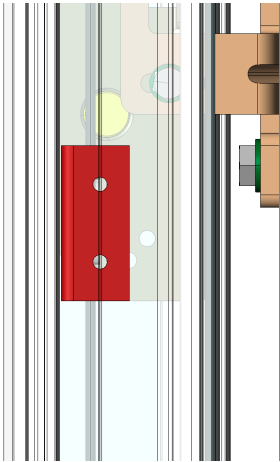

fig. 8
⚠ Let op: de staaf met de trekschroeven en de staaf voor het telescopisch profiel moeten altijd worden gemonteerd voordat de dwarsbalk wordt gemonteerd. Steek de staaf met de trekschroeven voor de montage van de elektronische module op het steunprofiel fig. 11-① en de bevestigingsstaaf van het telescopische profiel fig. 11-② er zijwaarts in. Raadpleeg fig. 6, fig. 8 en hst. 2A1 op pag. 18 om de staaf op maat te zagen. Als de staaf elektronische module niet is gemonteerd, kunnen in plaats daarvan de plaatjes met de schroeven worden gemonteerd.
Er worden 3 staven van elk 2 meter geleverd, die moeten worden uitgelijnd en op de maat worden gezaagd die overeenkomt met de lengte van de dwarsbalk Lt. Raadpleeg de tabellen fig. 6 en fig. 8 om de staaf op maat te zagen.